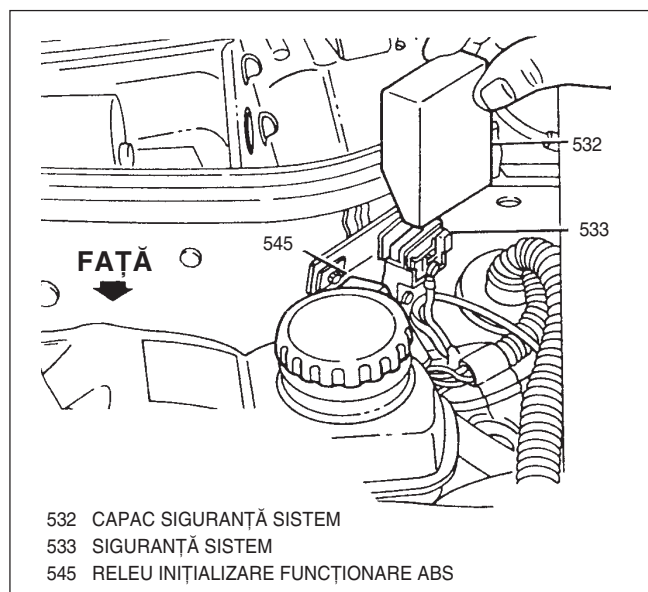

Fig. 35 Demontarea capacului siguranței sistem
2. Capacul siguranței principale a sistemului (Fig. 35).